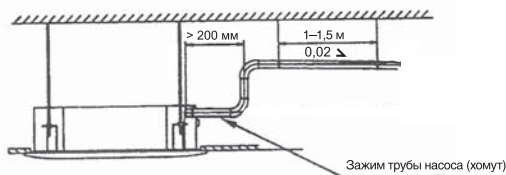

рис. 15
6. Если выпускная сторона сливной трубы находится выше места подсоединения насоса, трубу следует располагать максимально вертикально (рис. 15). Конец сливной трубы должен быть более чем на 50 мм выше земли или водосточной трубы, погружать его в воду нельзя. Если вы отводите конденсат непосредственно в канализационный сток, сделайте U-образный затвор, загнув трубу вверх, во избежание попадания в помещение посторонних запахов через сливную трубу. Сброс дре-